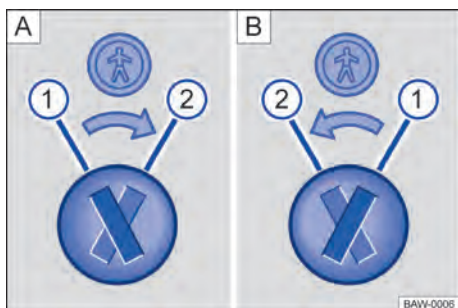

Fig. 38 Trava de segurança para crianças: **A** porta traseira esquerda, **B** porta traseira direita.
Legenda para → **Fig. 38**:
- Introduzir a haste da chave na ranhura da trava de segurança para crianças para ativar ou desativar → **Fig. 38**.